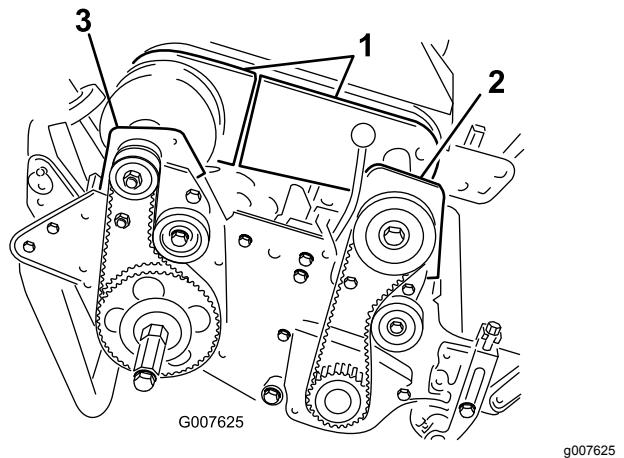

Bild 43
4. Nehmen Sie die Schrauben ab, mit denen die vorderen und hinteren Teile der Differenzialabdeckung am Differenzialgehäuse befestigt sind. Schieben Sie dann die Abdeckungsteile weg, um den Riemen zugänglich zu machen (Bild 43).
6. Nehmen Sie die zwei Schrauben und die Sicherungsmuttern ab, mit denen das vordere Kupplungsgehäuse an der Seitenplatte befestigt ist (Bild 43).
8. Nehmen Sie die zwei Schrauben und die Sicherungsmuttern ab, mit denen das rechte hintere Lagergehäuse an der Seitenplatte befestigt ist (Bild 43).